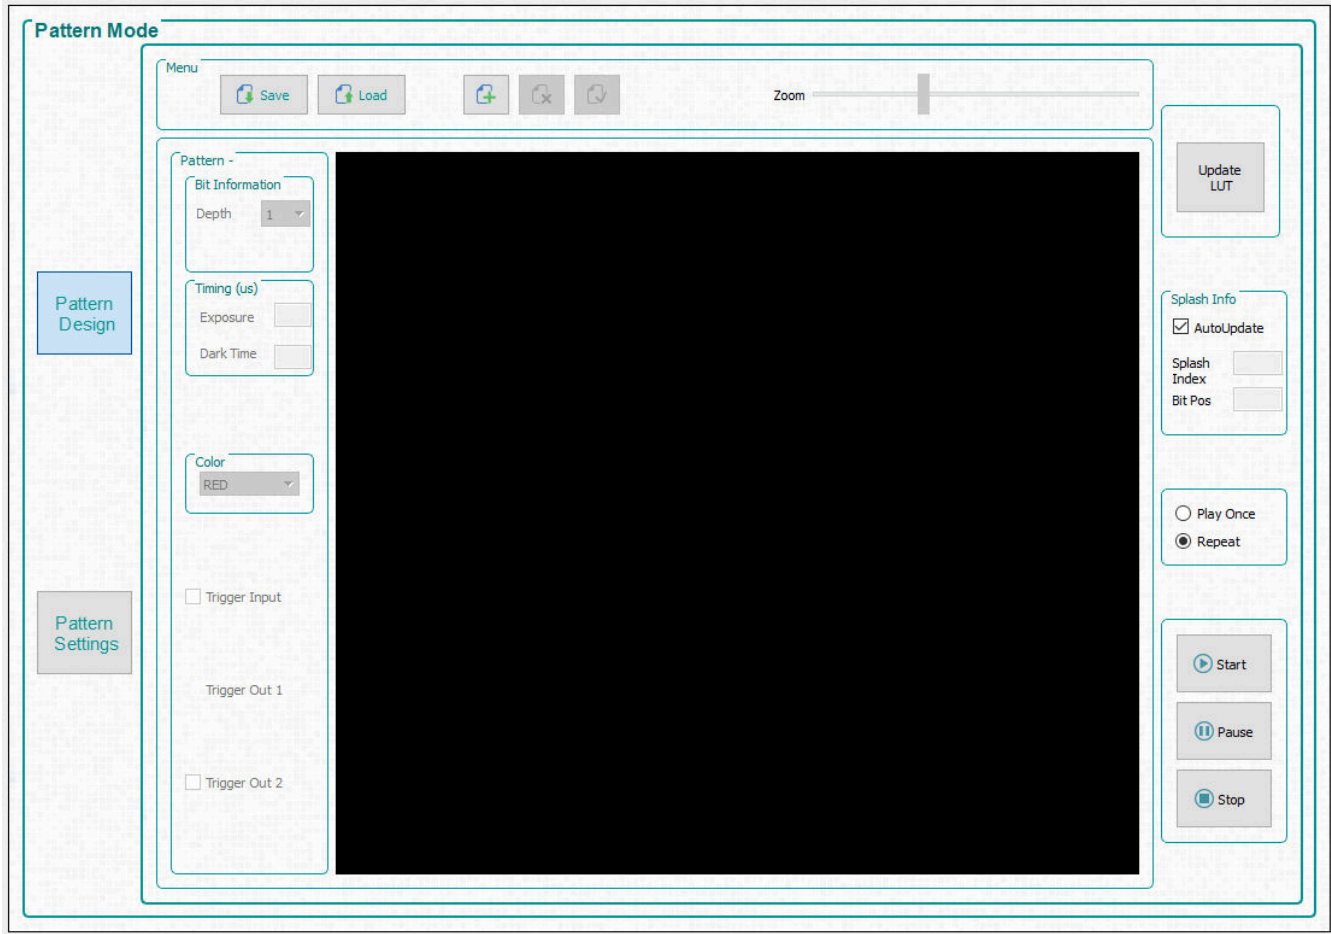

图 3-6. 图案模式设计面板
点击 GUI 顶部的 *Pattern Mode* 按钮以显示 *Pattern Mode* 面板，如图 3-6 所示。
2. 从 **Operating Mode** 编组框中勾选 **Pattern On-The-Fly Mode**，然后点击 **Pattern Design** 按钮，这样就会显示较大的黑色面板，如图 3-6 所示。
4. 从 *Operating Mode* 编组框中选择 *Video Pattern Mode*, 然后点击 *Pattern Design* 按钮, 这会显示较大的黑色面板, 如图 3-6 所示。